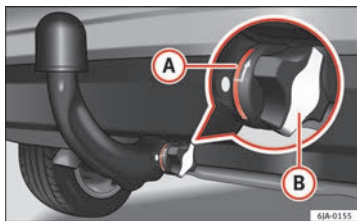

Abb. 119 Ordnungsgemäße Befestigung der Kugelkopfstange
- Die rote Markierung **A** ⇒ Abb. 119 am Handrändelrad ist auf die weiße Markierung an der Kugelkopfstange gerichtet ist.